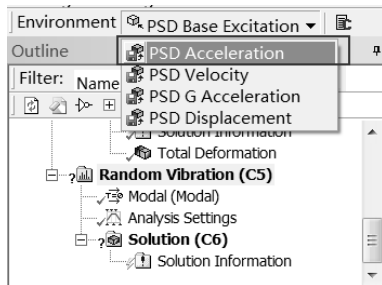

图 10-70 添加激励
Step2：选择 Environment 工具栏中的 PSD Base Excitation（基础激励响应分析）PSD Acceleration 命令，如图 10-70 所示，此时在分析树中会出现 PSD Acceleration 选项。